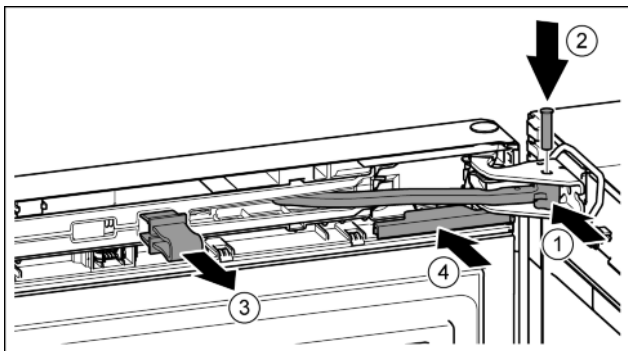

Fig. 41
- ▶ Otočte kloub ve stojanu ložiska. Fig. 41 (1)
- ▶ Vložte čep do stojanu ložiska a kloubu. Přitom dávejte pozor, aby byla zajišťovací vačka správně usazena v drážce. Fig. 41 (2)
- ▶ Pojistku vytáhněte. Fig. 41 (3)
- ▶ Kryt nasuňte. Fig. 41 (4)